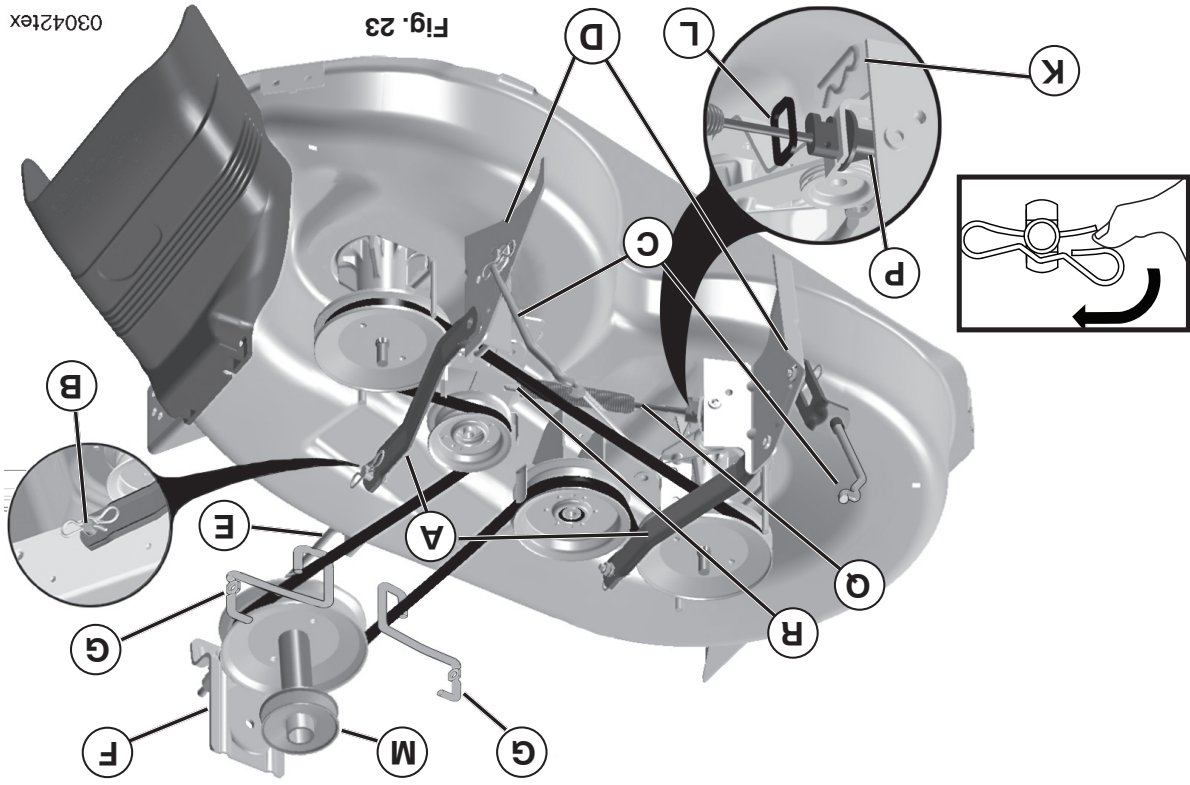

Fig. 23
## POUR ENLEVER LA TONDEUSE (Voir Fig. 23)
- IMPORTANT: Si un accessoire autre que le carter de tondeuse doit être monté sur le tracteur, enlevez les raccords avant (E) et les raccords arrière (C).
- ### INSTALLER LA TONDEUSE (Voir Figs. 23–28)
- REMARQUE : Assurez-vous que les bras de suspension latéraux de la tondeuse (A) pointent vers l'avant avant de glisser la tondeuse sous le tracteur.